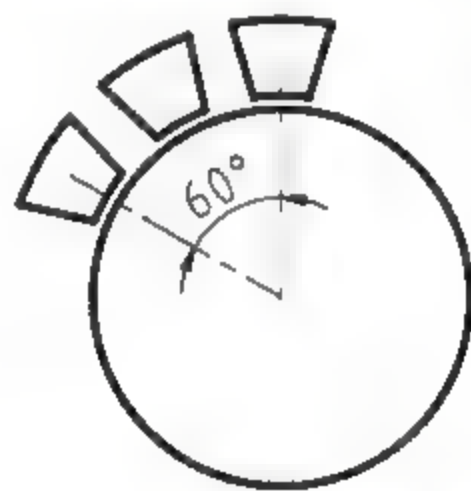

图4-55 指定填充角度
- 填充角度(F): 对象环形阵列的总角度,操作结果如图4-55所示 命令行操作如下